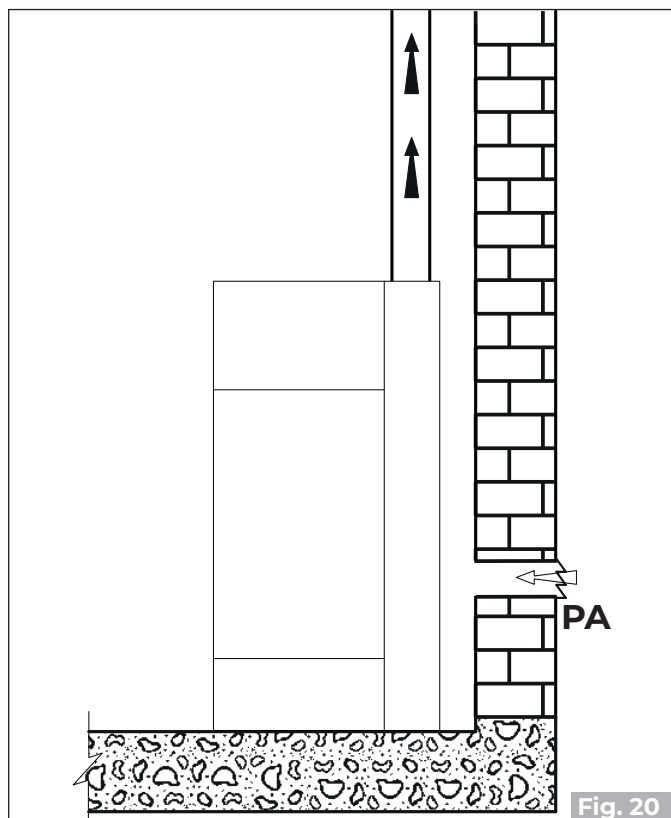
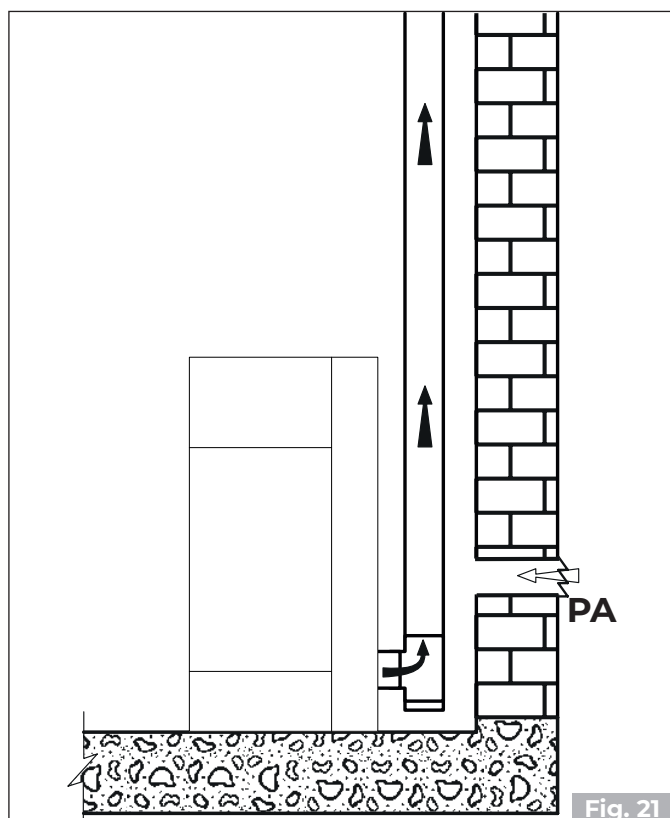

Fig. 20
Fig. 21
- lahko prihaja iz prostora namestitve ali ustreznih sosednjih prostorov (**Fig. 20 - Fig. 21**).
Ustvarite dovod zraka na steni (Fig. 20 in Fig. 21 – PA = dovod zraka) in pustite napravo, da sesa zrak iz prostora, pri čemer pazite, da del valovite cevi, če je na voljo, priključite na dovodno cev za zrak, ga pritrdite s trakom in rahlo prepognite navzdol, da preprečite morebitne resonančne učinke.